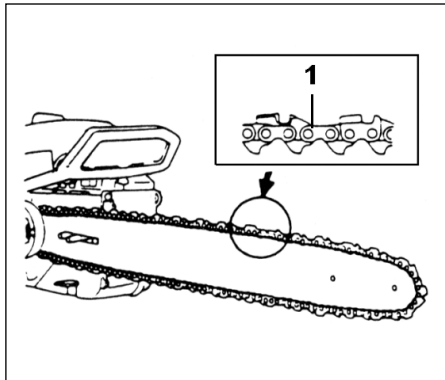

Рис.1-3
4. Проверить, чтобы направление пильной цепи (1) было правильным, как показано на рисунке и выравнить цепь на звёздочке. (Рис. 1-3)